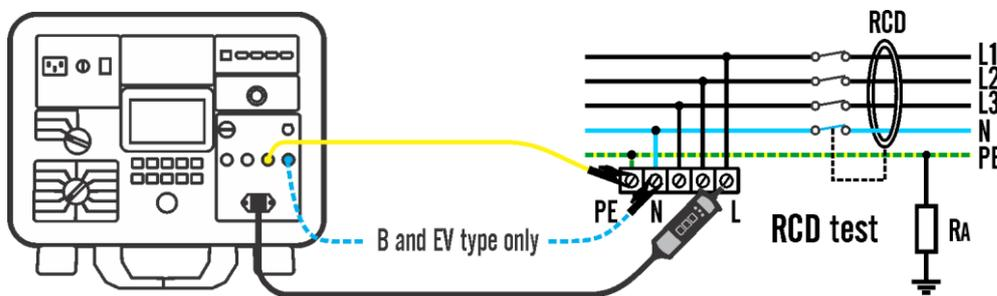

Figura 44: Esempio di collegamento per la misurazione RCDt
- 8) Collegare i puntali secondo la figura 44, vedere anche il menu HELP/CONNESSIONE. L'icona di rete verde verrà visualizzata quando la connessione è stata eseguita correttamente e le tensioni di ingresso UL/N e UL/PE sono comprese tra 100 e 253 V CA.
- 9) Collegare i puntali secondo la figura 44, vedere anche il menu HELP/CONNESSIONE. L'icona di rete verde verrà visualizzata quando la connessione è stata eseguita correttamente e le tensioni di ingresso UL/N e UL/PE sono comprese tra 100 e 253 V CA (UL/N è richiesto solo per i tipi B ed EV).